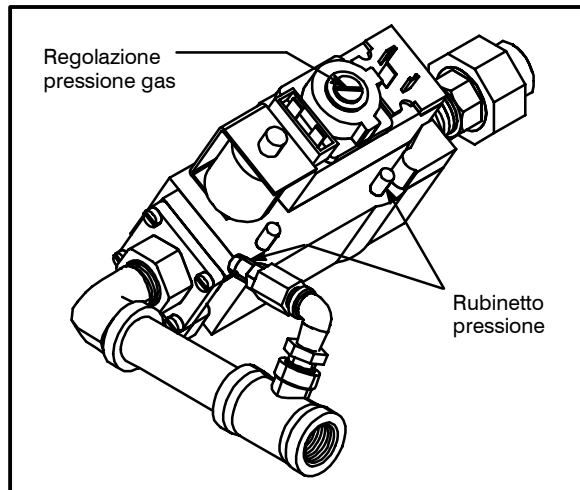

Figura 20
7. Se è necessario, regolare la pressione del gas ved. Figura 20.